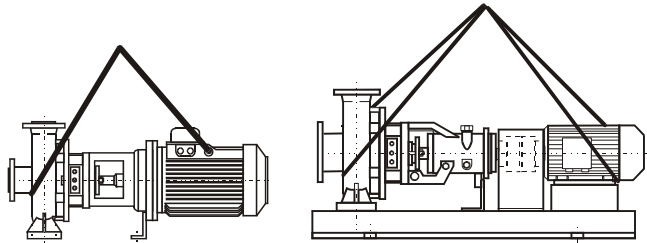
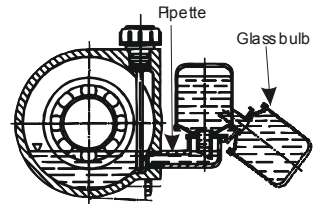

Bild 1: Transport
Bild 3: Öler
Heben und transportieren das Pumpen-Motor Aggregat, siehe das Bild 1
- wenn der Halter den Öler hat, drehen die Glasbirne um und gießen Sie Öl in die Pipette, bis sie das Niveau erreicht, wie im Bild 3 angezeigt: füllen Sie die Glasbirne und setzen Sie diese in die senkrechte Stellung. Prüfen Sie, daß das Niveau der Glasbirne konstant bleibt. Die Ölarten angezeigt in Bild 1 sind gültig für Temperaturen -10° und 120° C.